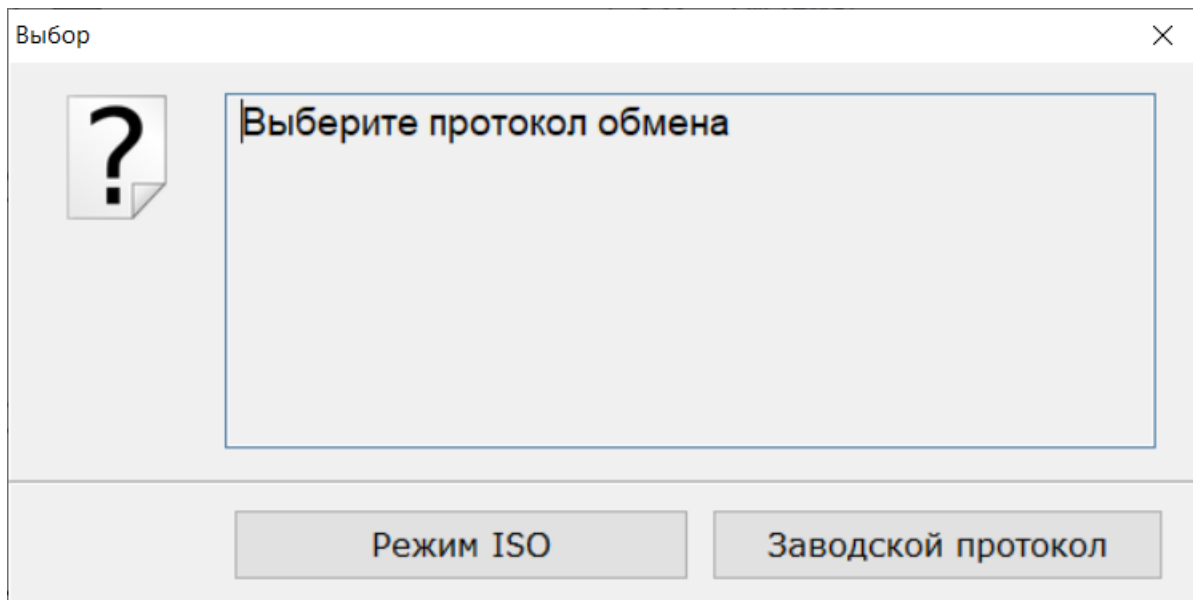

Рис.2
Для двигателя, MMC-Reader(SE) может запросить уточнение, по какому протоколу выполнять соединение, рис.2